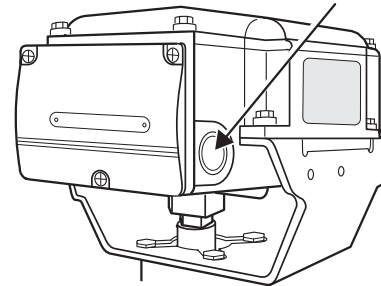

图 9 配线端口用脱模孔
- 2) 为了将电线引入执行器, 请开一个脱模孔作为配线端口使用。在执行器端子板的两侧有两个脱模孔: 每一侧各有一个 $\phi 22$ mm的脱模孔。根据导管安装方向选择一个脱模孔, 使用螺丝刀轻轻将其打通。(参照图9)